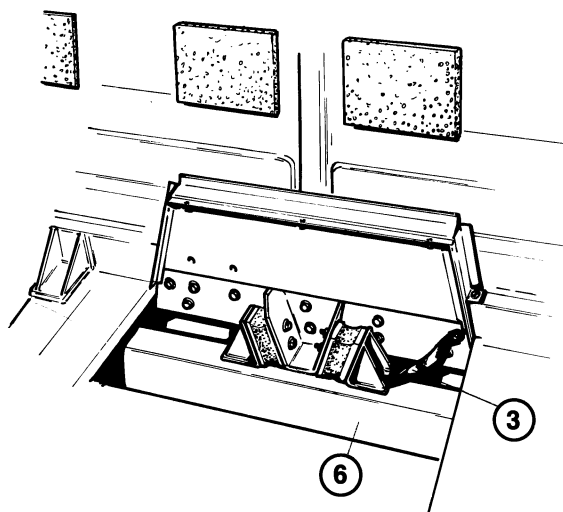

Fig. 2.
2. Plaats de cabinesteun (2). Met deze steun wordt tegelijkertijd steun (1) en een massakabel (3) tegen de zijkant van de dwarsligger van de cabine vastgezet (fig. 2).
3. Monteer de rubber ophangblokken (4) tegen de cabinesteun (2).
2. Poser l'étau (2). Au moyen de l'étau on fixe simultanément le support (1) et la tresse de masse (3) latéralement contre la traverse de la cabine (fig. 2).
3. Poser les silentbloks (4) sur l'étau (2).